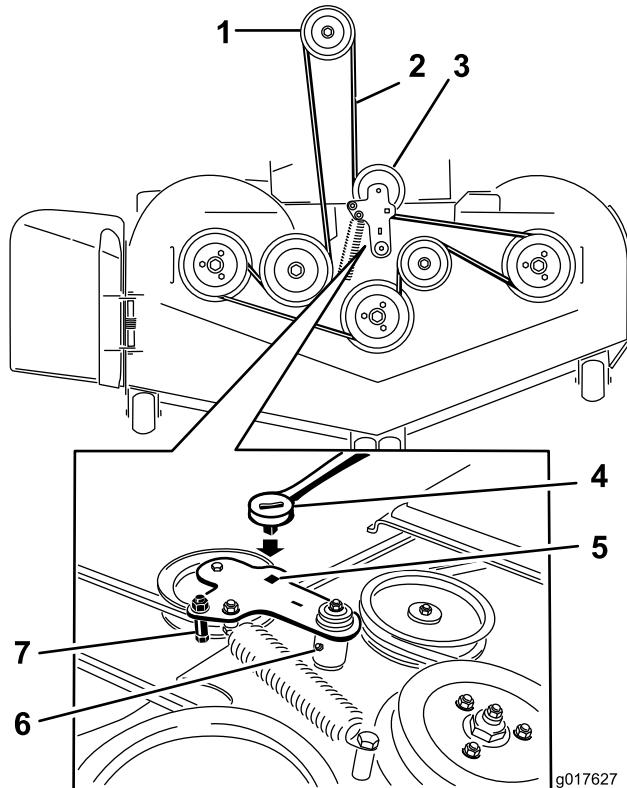

Figura 56
5. Utilice una llave de carraca en el taladro cuadrado del brazo tensor para aliviar la tensión del muelle tensor (Figura 56).
7. Retire la guía de la correa del brazo tensor tensado con muelle según lo ilustrado en Figura 56.
9. Pase la correa nueva alrededor de las poleas del cortacésped y de la polea del embrague, debajo del motor (Figura 56).
10. Instale la guía de la correa en el brazo tensor según se muestra en Figura 56.
11. Utilizando la llave de carraca en el taladro cuadrado, instale el muelle tensor (Figura 56). Asegúrese de que los extremos del muelle están asentados en las ranuras de anclaje.